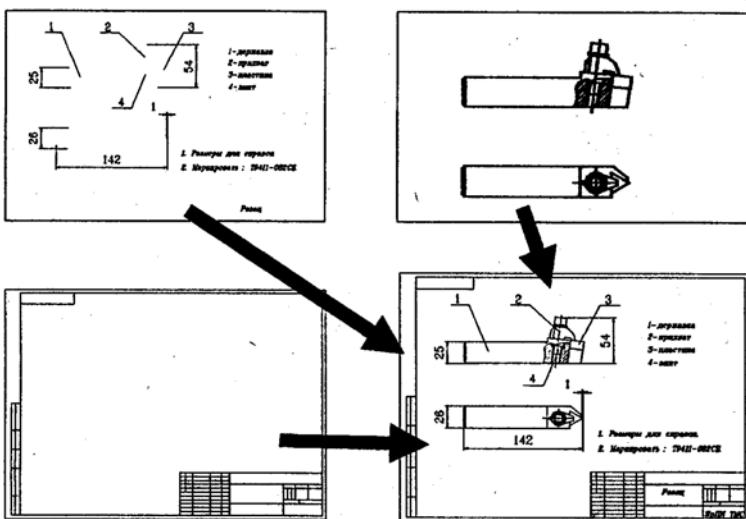

Рис. 5.11. Чертеж формируется на трех слоях
• Слой. Чертеж может состоять из объектов, размещенных на разных слоях — как на отдельных, но совмещенных листах кальки. Например, на одном слое (рис.5.11) изображается деталь, на другом — размеры, на третьем — рамка и штамп. Слой, на котором в данный момент создается изображение, называется текущим (current). Каждый слой может иметь свой цвет, тип линии, может быть включенным (видимым) или выключенными (невидимым). Все это выполняется командой из корневого меню: